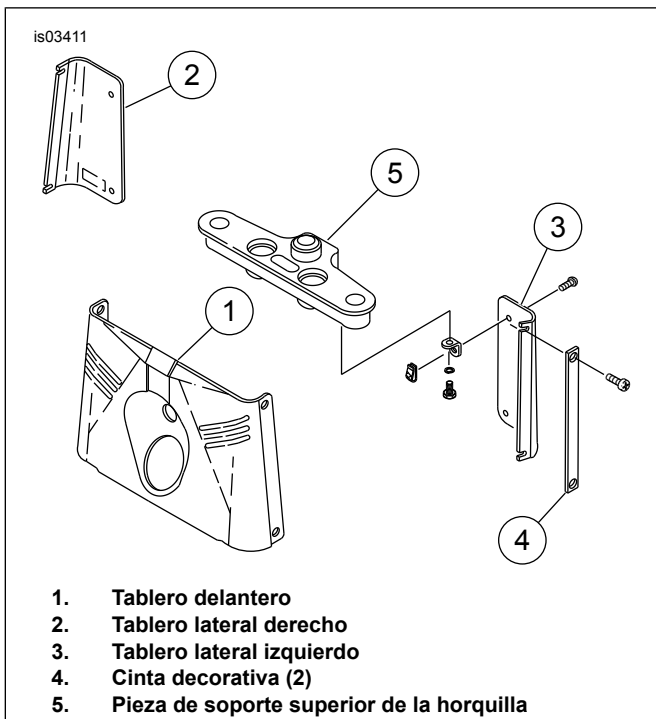

Figura 2. Tableros de la horquilla delantera
8. Vea Figura 2. Después de quitar la caja del faro delantero, extraiga los tornillos que sostienen las cintas decorativas (4), los tableros laterales traseros (2 y 3) y el tablero delantero (1) en su lugar y quite los tableros. Al quitar los tableros, cuidadosamente quite las abrazaderas de ubicación de la línea del freno del tablero trasero derecho. **No abra la línea del freno.**